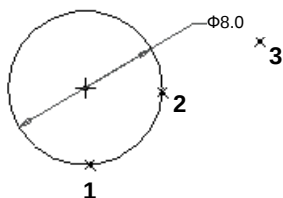

图 4.9.5 直径的标注
Step2. 分别单击位置 1 和位置 2 以选择圆上两点，中键单击位置 3 放置尺寸（如图 4.9.5 所示），或者双击圆上的某一点如位置 1 或位置 2，然后中键单击位置 3 以放置尺寸。